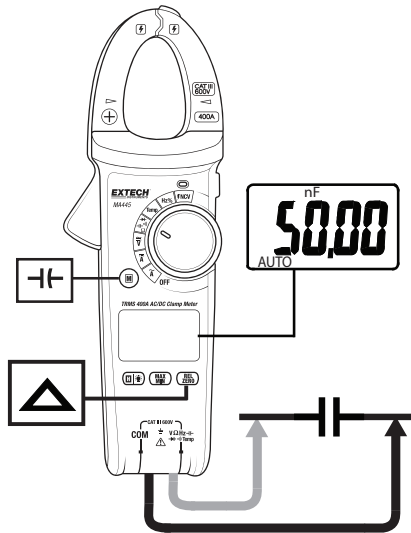

Fig. 9 Mediciones de capacitancia
3. Inserte el conector banana del cable negro de prueba en el enchufe negativo (COM). Inserte el conector banana del cable rojo de prueba en el enchufe positivo. Ver Fig. 9.